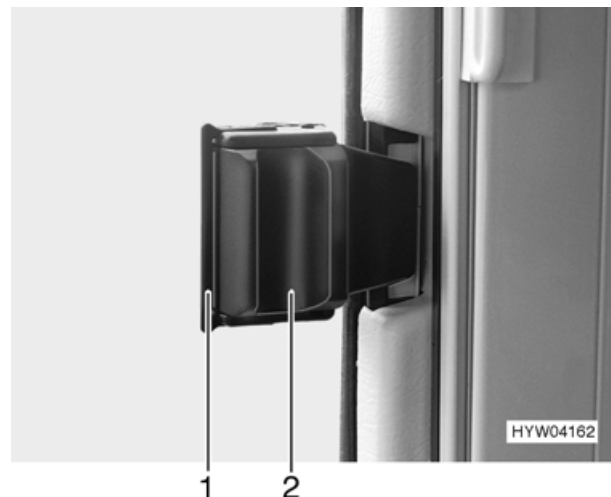

Fig. 32 Finestra scorrevole
- Tirare in avanti il bloccaggio (Fig. 32,1).
- Schiacciare la maniglia (Fig. 32,2) e contemporaneamente spingerla in avanti.